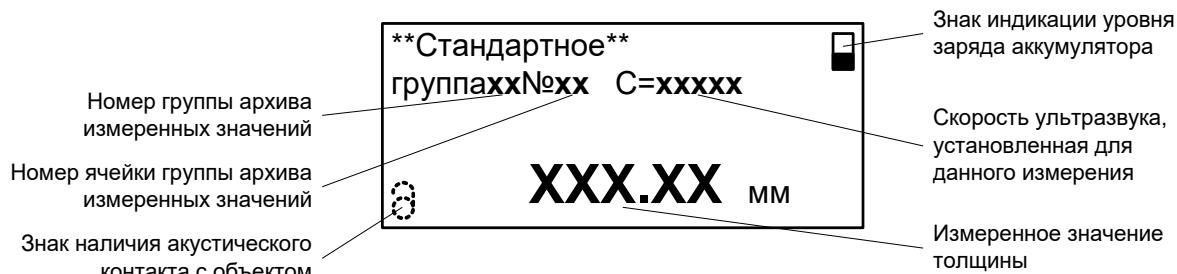

Рис.4. Вид окна «Стандартное».
2.3.3.1. Вид окна индикации измерения и записи в архив значения толщины в под режимах **Стандартное** и **Экспресс** приведен на рис.4.